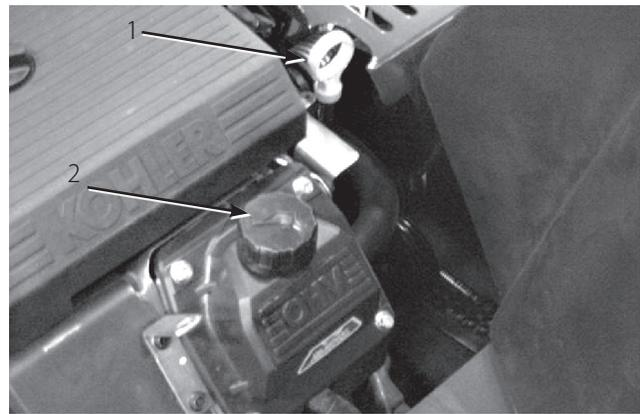

図 11
2. 給油口からゴミが入ってエンジンを傷つけないように、ディップスティック (図11) の周囲をウェスできれいに拭く。